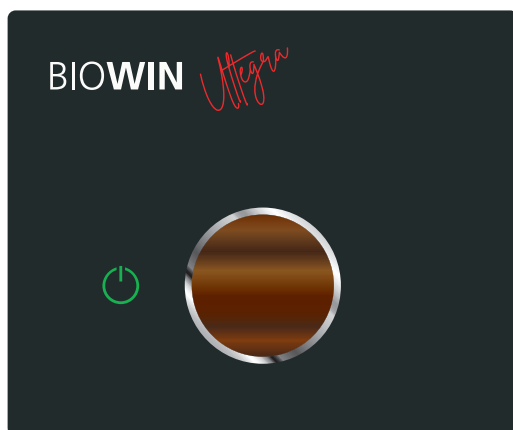

Fig. 44 BioWIN Ultegra spento
- ▶ Spegner la caldaia con il pulsante myMagic  e attendere che la fine combustione sia completata (il simbolo  è acceso fisso e l'anello colorato sotto il pulsante myMagic è spento – Fig. 44).
- ▶ Spegner la caldaia utilizzando il pulsante myMagic  (vedi punto 12.5 alla pagina 24) e attendere che la fine combustione sia terminata, il simbolo  si accende fisso e l'anello colorato si spegne (circa 20 min.) – Fig. 44.